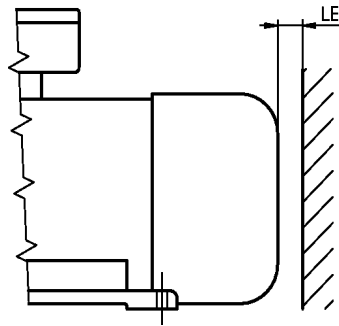

Abbildung 2: Mindestabstand von Hindernis zu Lufteintrittsöffnung
Lufteintritt und -austritt der Lüfterhaube dürfen nicht behindert sein, da sonst die Erwärmung über die zugelassene Temperaturklasse steigt, sowie die Lebensdauer der Wicklungsisolation verkürzt wird (→ Abbildung 2 und → Tabelle 2).
Tabelle 2: Mindestabstand (LE) eines Hindernisses von der Lufteintrittsöffnung, → Abbildung 2